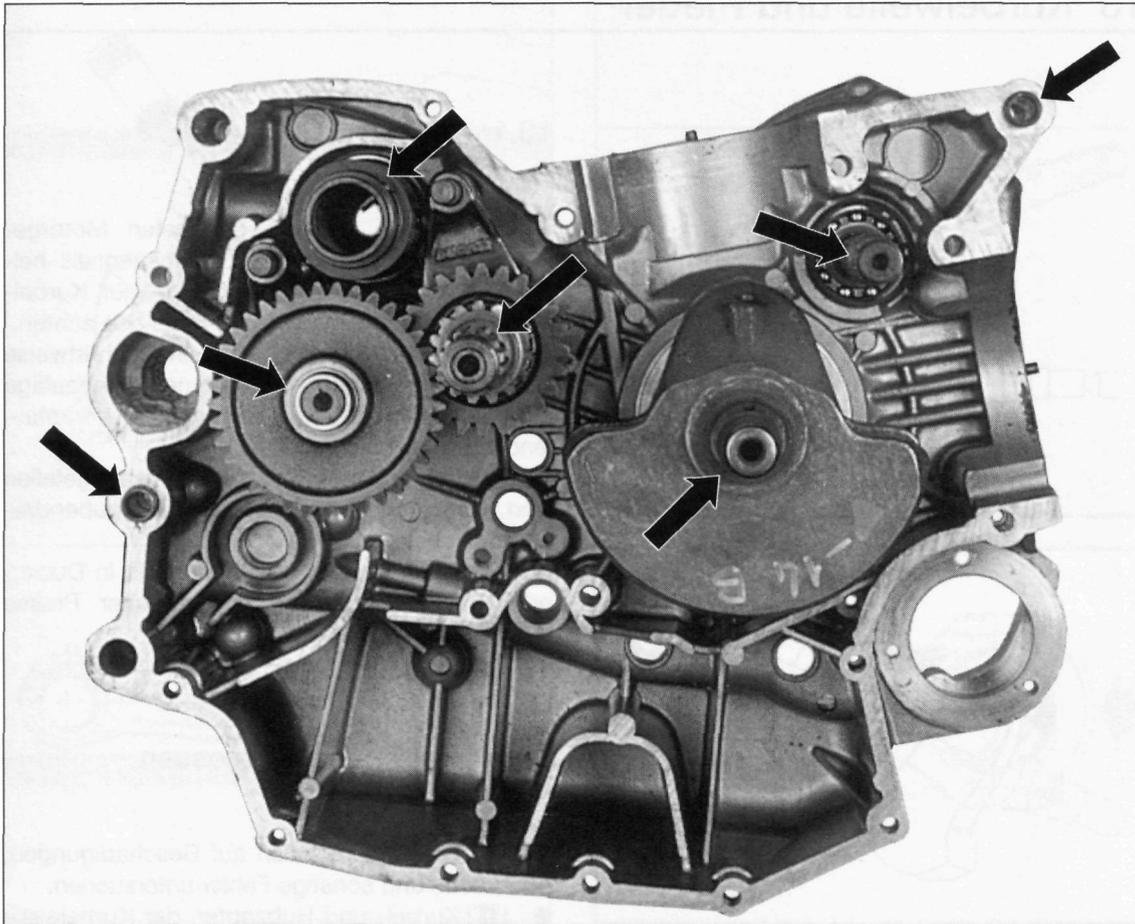

Bild 188
- Pass-Scheiben (Bild 188) gemäss der beim Ausbau gemachten Notizen an Wellen anbringen.